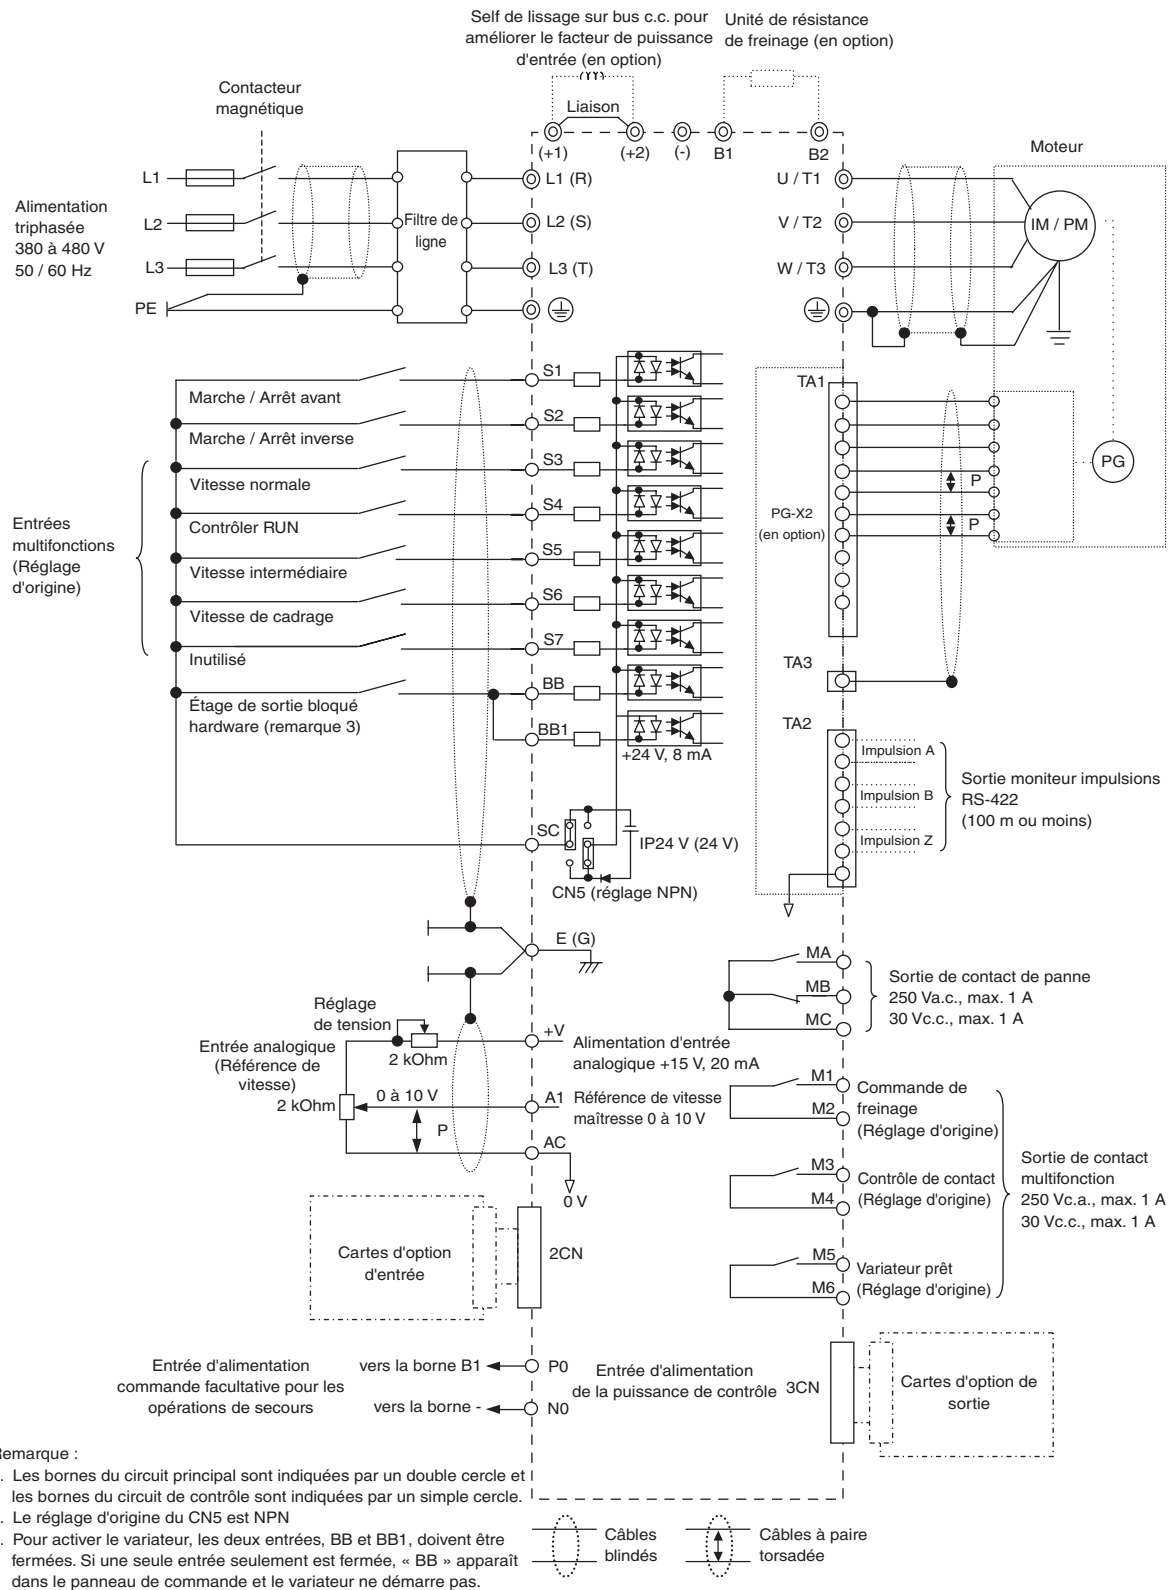

Fig 4 Diagramme de câblage
- Dans la Fig 4, le câblage des entrées numériques S1 à S7 et BB, BB1 est illustré pour le raccordement des contacts ou des transistors NPN (0 V commun et mode NPN). Il correspond au réglage par défaut. Se reporter au Tableau 3 pour les raccordements des transistors PNP ou en cas d'utilisation d'une alimentation externe de 24 V.